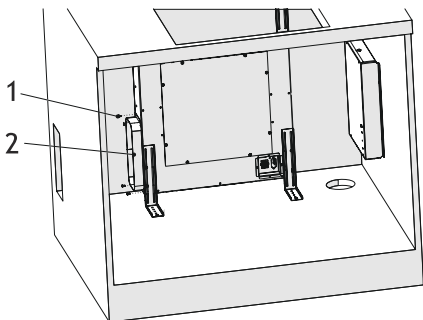

Fig. 19
12. ► Montera bort täckplattan (Fig. 19).